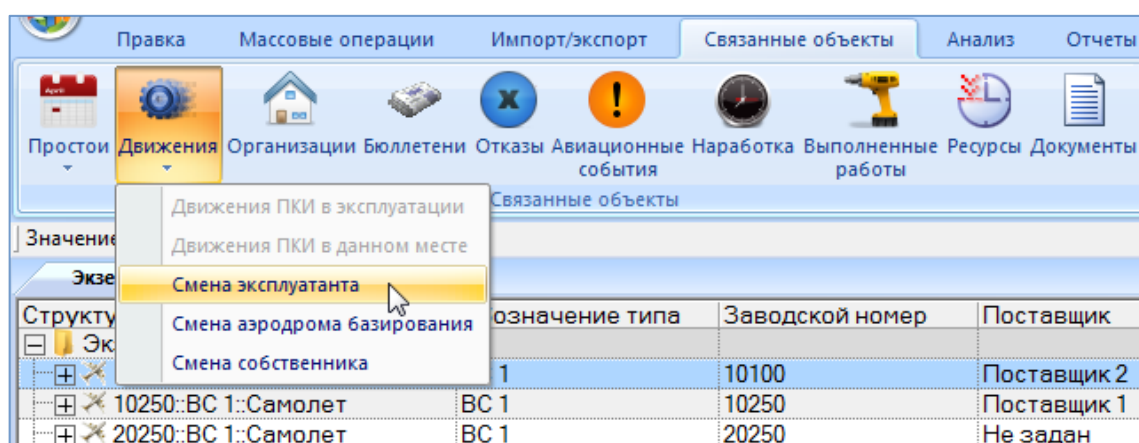

Рис. 13-101 – Открытие окна связанных объектов «Эксплуатант»
- 3) Нажать кнопку «Движения» панели «Связанные объекты» и из раскрывшегося списка выбрать пункт «Смена эксплуатанта» (рис. 13-101).
- 3) Нажать кнопку «Движения» панели «Связанные объекты» и из раскрывшегося списка выбрать пункт «Смена эксплуатанта» (см. выше рис. 13-101).